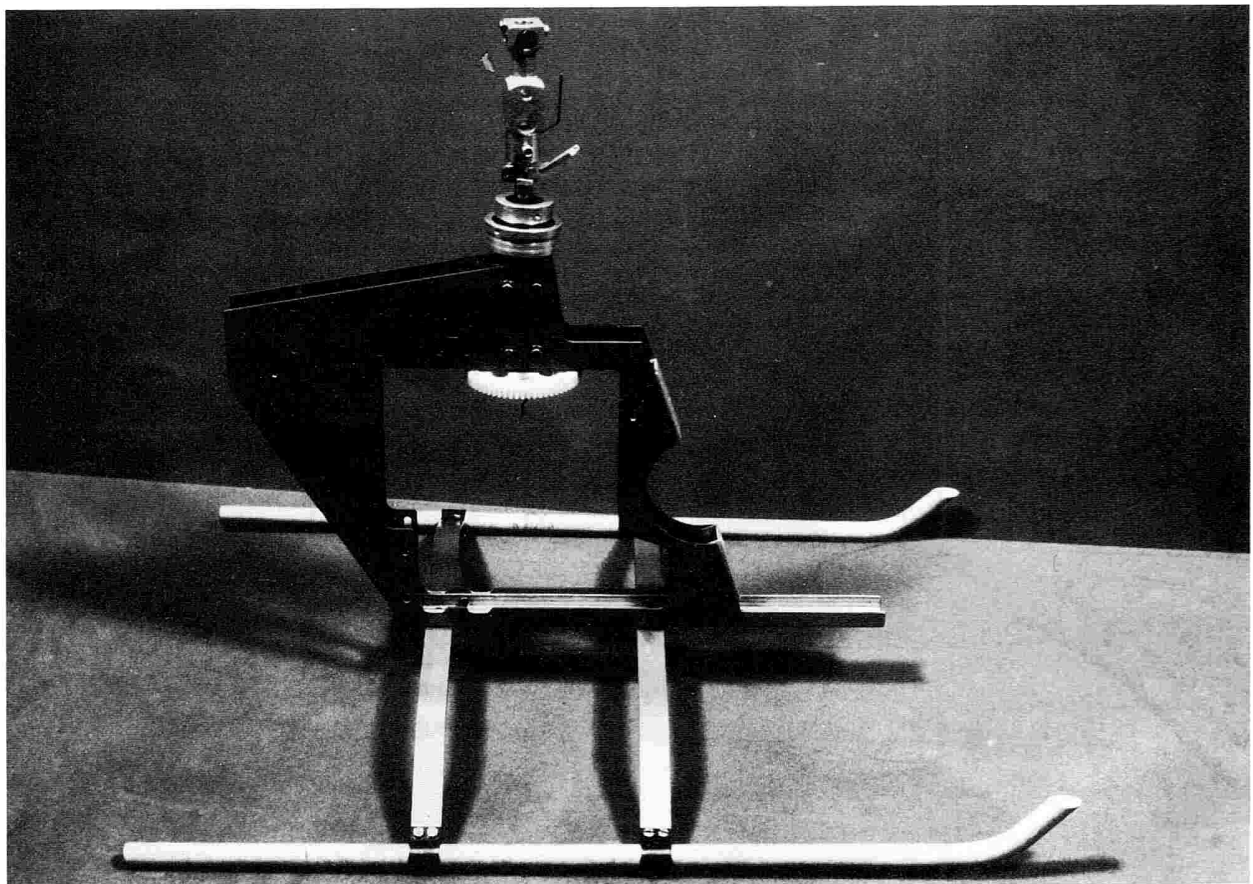

Abb. 2 Montierte Hauptrotorwelle
Hauptrotorwelle von oben zwischen die Chassis-Seitenteile (109) setzen und mit 4 Schrauben M 3 x 30 unter Verwendung von 8 U-Scheiben lose verschrauben. Zahnrad und Distanzscheibe wieder aufschieben und festschrauben (**Abb. 2**).